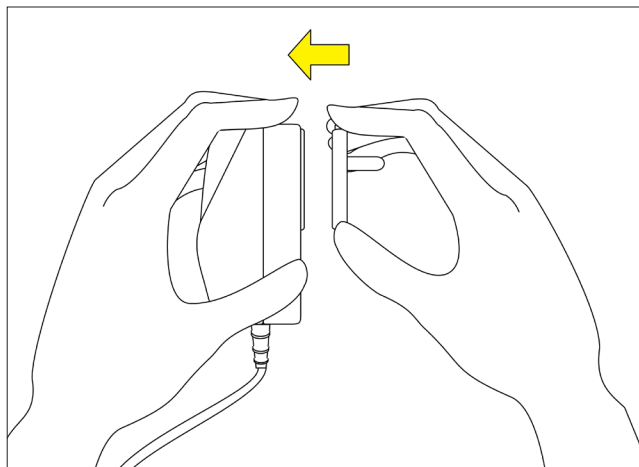

Figura 5. Instale el adaptador de toma de corriente.
- (c) Instale el adaptador de toma de corriente adecuado en el adaptador ca. Vea la Figura 5.